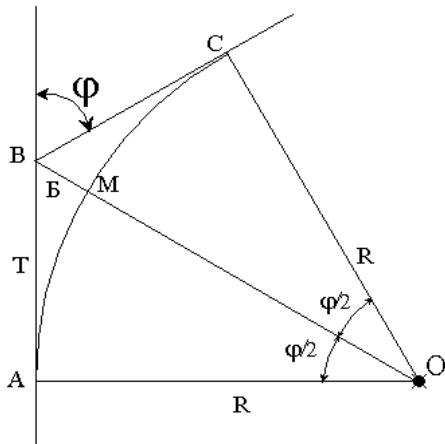

Рисунок 2. Пояснительная схема к составлению проекта по разбивке кривой.
**Задание 2. Составление проекта разбивки главных точек круговой кривой для заданных в таблице 2 значений угла поворота автомобильной дороги  $\varphi$  и радиусе кривой  $R$ (см. рисунок 2).**
По полученным данным, используя пояснительную схему (рисунок 2), в соответствие с вашим вариантом (см. таблицу 3), вычертить на листе формата А4 в масштабе 1:500 проект разбивки круговой кривой. На листе привести результаты вычислений необходимых для разбивки главных точек кривой.